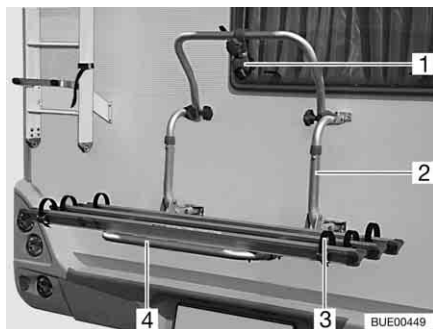

Fig. 4 Porte-vélos, non abaissable
Le porte-vélos (Fig. 4,2) permet de transporter aisément 2 vélos. Une extension à 3 vélos est possible.
- Rabattre l'arceau télescopique pivotant (Fig. 4,4) vers le bas.
- Placer les vélos et sangler avec la courroie Quick (Fig. 4,3).
- Fixer l'entretoise Bike-Block (Fig. 4,1) sur le cadre du vélo extérieur.